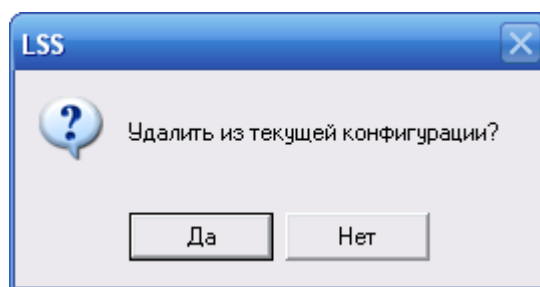

Рис. 6-36
3. В появившемся окне для подтверждения исключения элемента из конфигурации нажмите на кнопку **Да** (рис. 6-36).